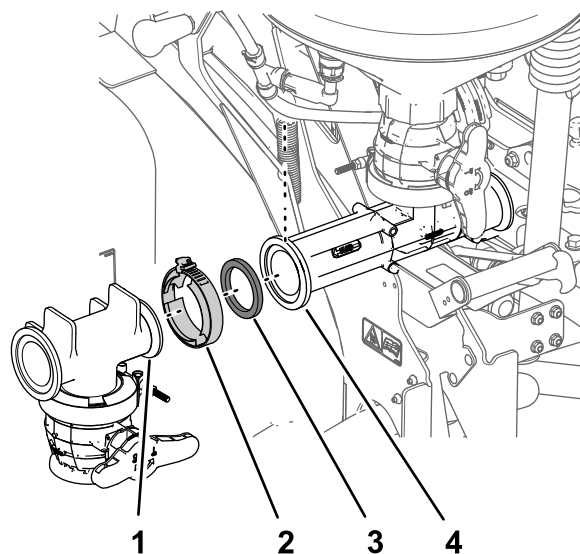

Figure 24
1. Orientez la bride du raccord en T du robinet de vidange vers la bride avant du mélangeur (Figure 24).
2. Montez le raccord en T sur le mélangeur avec un joint et un collier bride, et serrez le collier à la main (Figure 24).